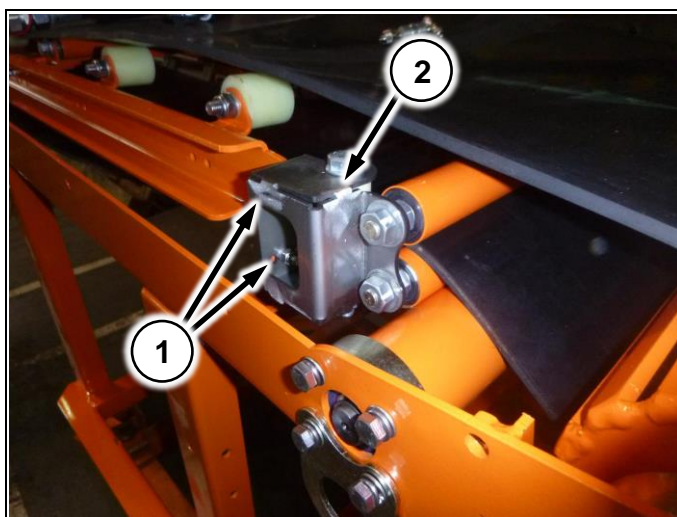

Рис. 166
1. Отверните две гайки (Рис. 166/1)
2. Сдвиньте упоры с обеих сторон ленты (Рис. 166/2) в сторону, противоположную той, в которую сбегает лента, на одно отверстие.).